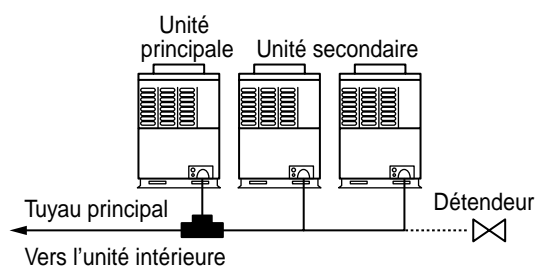

Figure 1
- 1) Assurez-vous d'utiliser l'unité extérieure principale pour le raccordement au tuyau principal. (Figure 1)